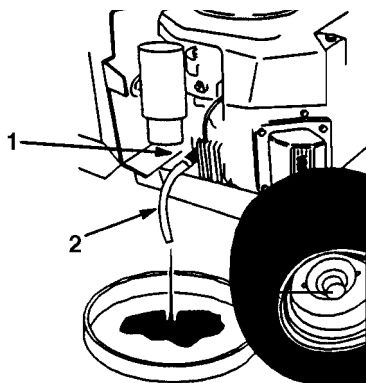

Figure 21
5. Placer un récipient sous le bouchon de vidange et ouvrir ce dernier en le dévissant d'1/8 de tour dans le sens contraire des aiguilles d'une montre et en le retirant (Fig. 21).